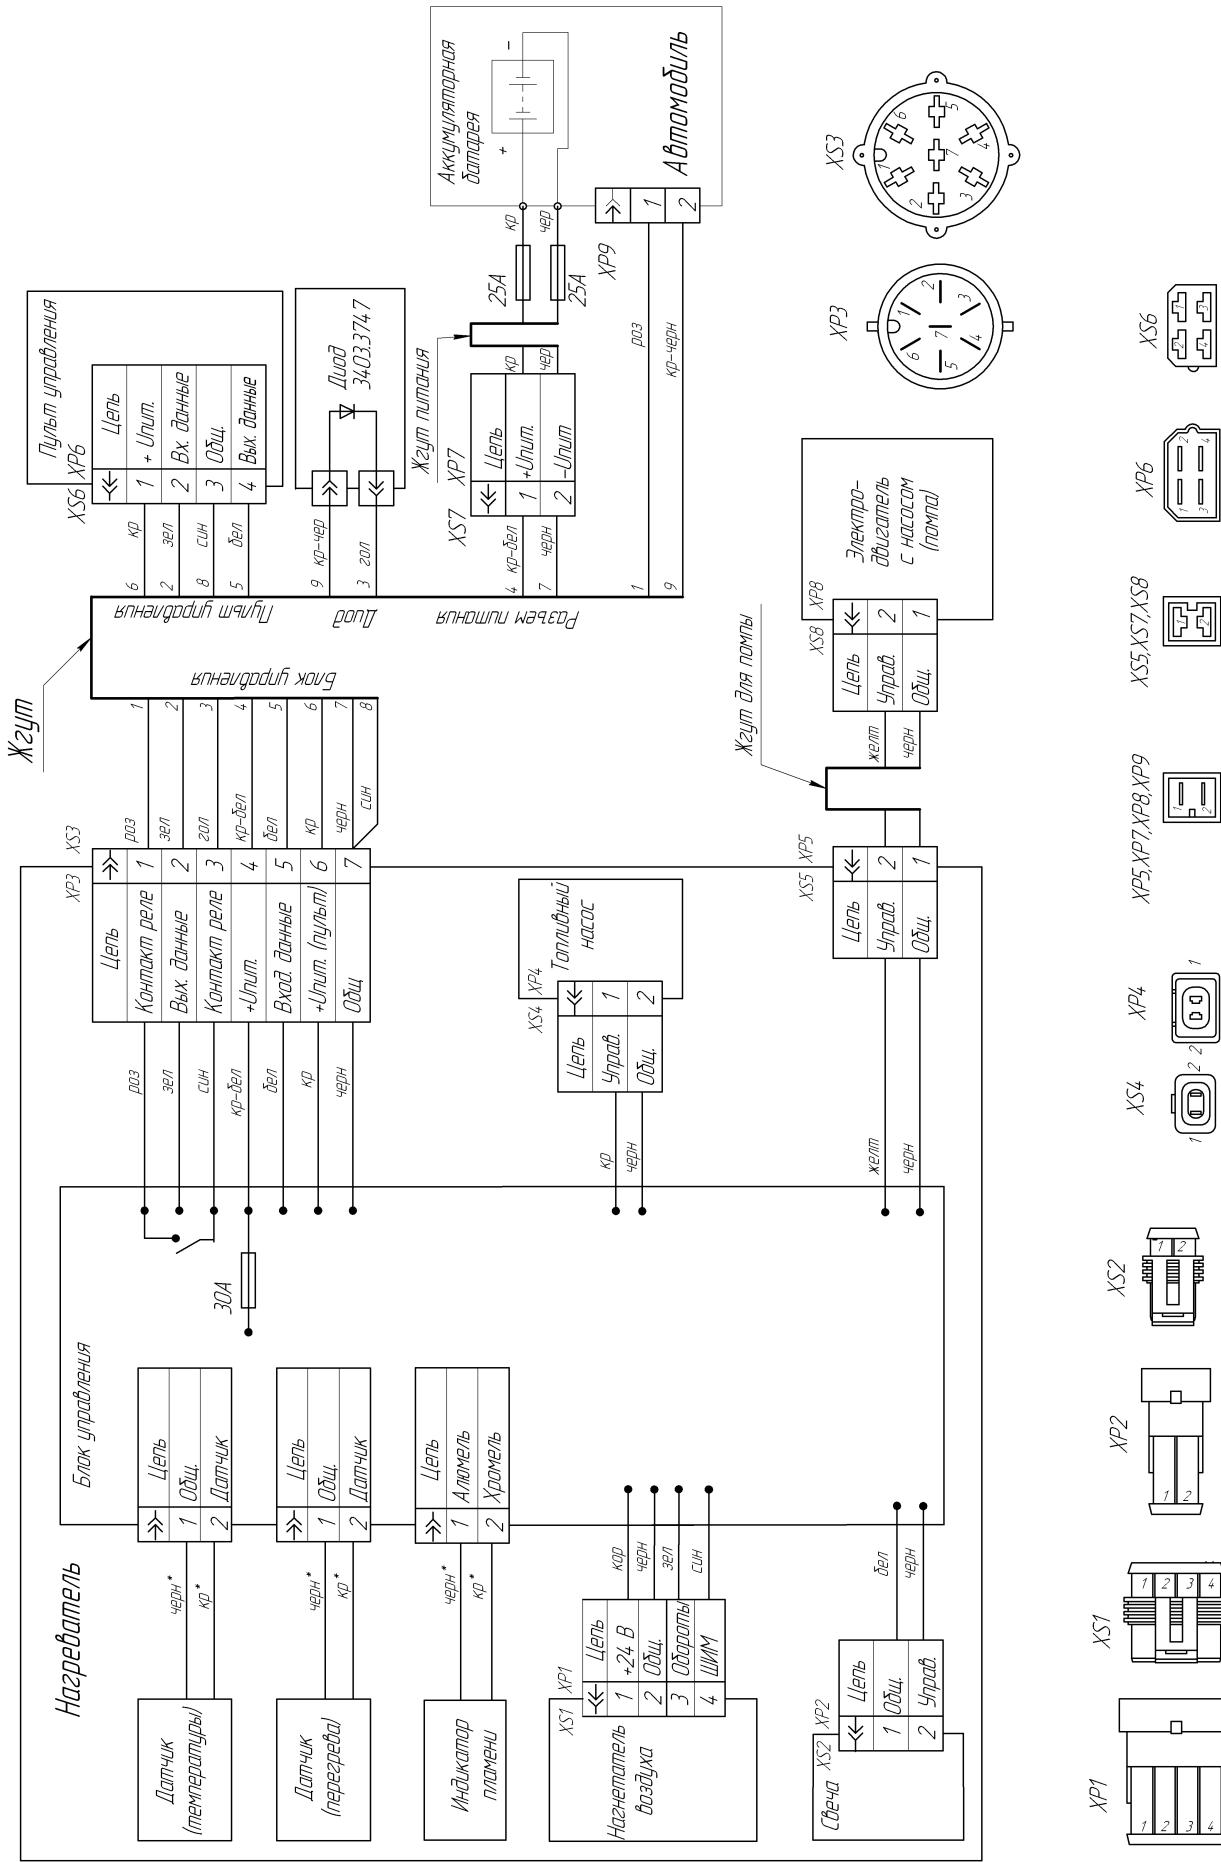

Рис. 1- Схема электрических соединений
Питание подогревателя топливом и электроэнергией осуществляется от автотранспортного средства. Схема электрических соединений подогревателя приведена на рис. 1. Питание подогревателя топливом, может осуществляться из топливного бака автомобиля или из топливного бака поставляемого по дополнительному заказу.
8.1 Поиск неисправностей необходимо начать с проверки контактов разъемов проверяемых цепей (см. схему электрических соединений на рис. 1 ).